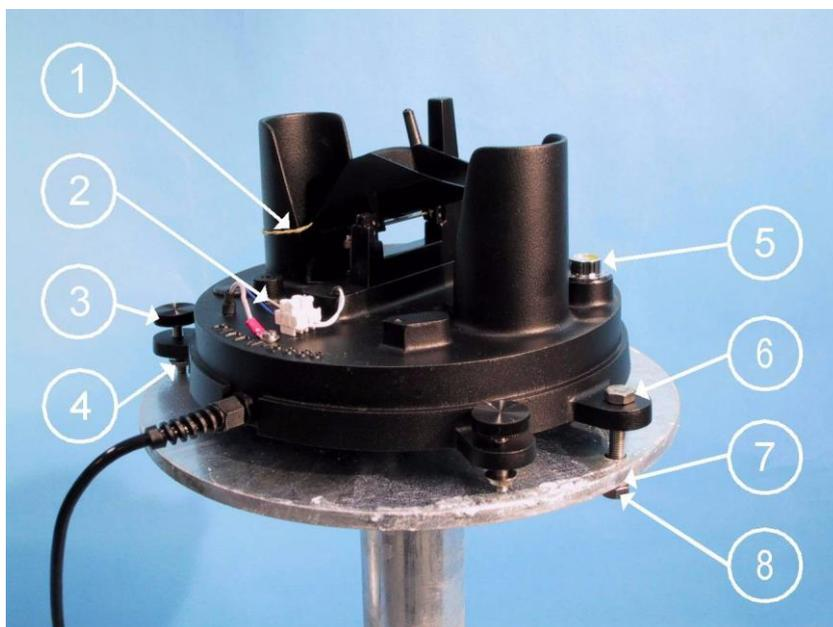

图9 在支架上安装雨量计
2. 将底座（第17页图9编号2）放置在支架上并用三个校平螺丝（3）校平。使用水平仪（5）找平。最后，固定好锁紧螺母（4）。